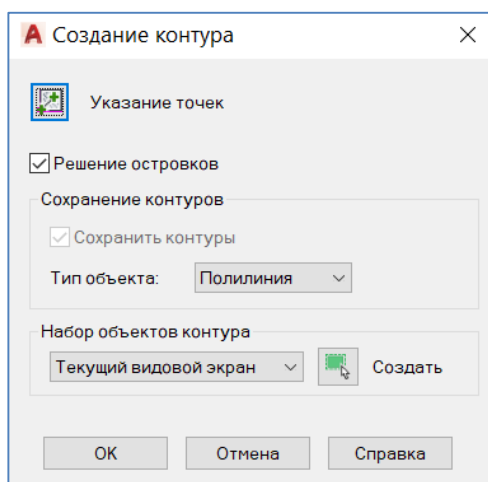
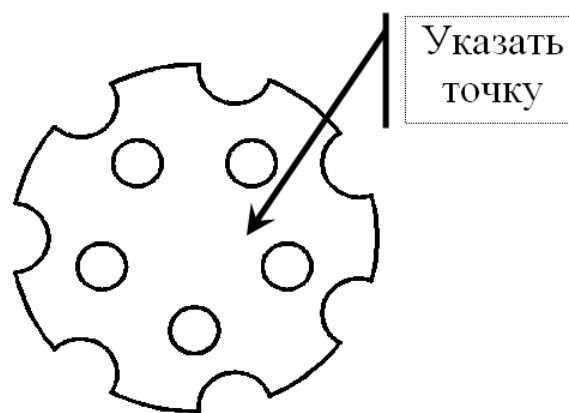

Рис. 44
Рис. 45
5) Установить текущим слой **КОНТУР** и командой **Контур**  выполнить контур детали. При создании контура выбрать опцию «**Указание точек**» в ДО «Создание контура» (рис. 44) и указать точку внутри пластины (рис. 45).